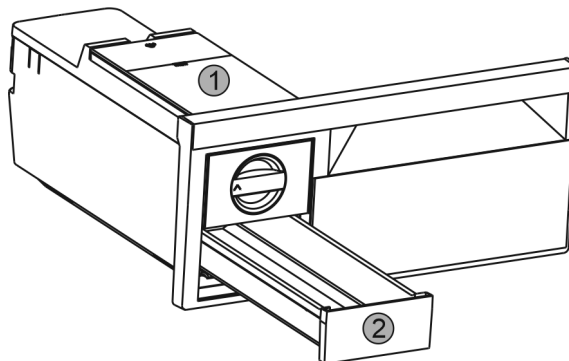

Fig. 36
- ▶ Retire el depósito de agua Fig. 36 (1) y el cajón para cubitos de hielo Fig. 36 (2).